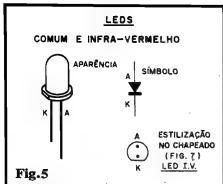

Fig. 5
- **FIG. 5 - DETALHES SOBRE O LED INFRA-VERMELHO** - A aparência, a pinagem, o símbolo e a estilização adotada para o chapeado da montagem, tudo isso referente ao LED infra-vermelho solicitado na LISTA DE PEÇAS... Observem que, externamente, o tal LED se parece muito com um LED comum, do tipo com encapsulamento incolor... Entretanto, o tipo (espectro ou Frequência...) da radiação luminosa emitida pelo TIL32 ou TIL38 não é visível! Não há brilho aparente, nem cor luminosa se manifestando quando o dito cujo está "aceso"... No mais, tanto em parâmetros, quanto em aparência, pinagem e princípios de funcionamento, um LED infra-vermelho nada difere dos seus "primos" que emitem luz visível...